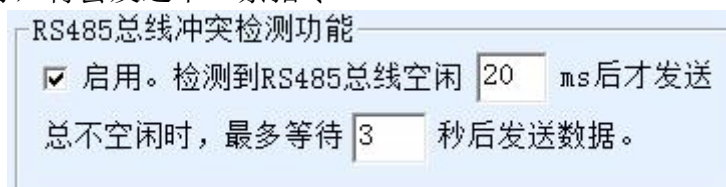

图 33 RS485 防冲突空闲时间
1. 图 33 所示为“RS485 总线防冲突时间”，一般可以设置为参数配置界面右下角的“数据包间隔”的两倍，但是最小不能小于 20。